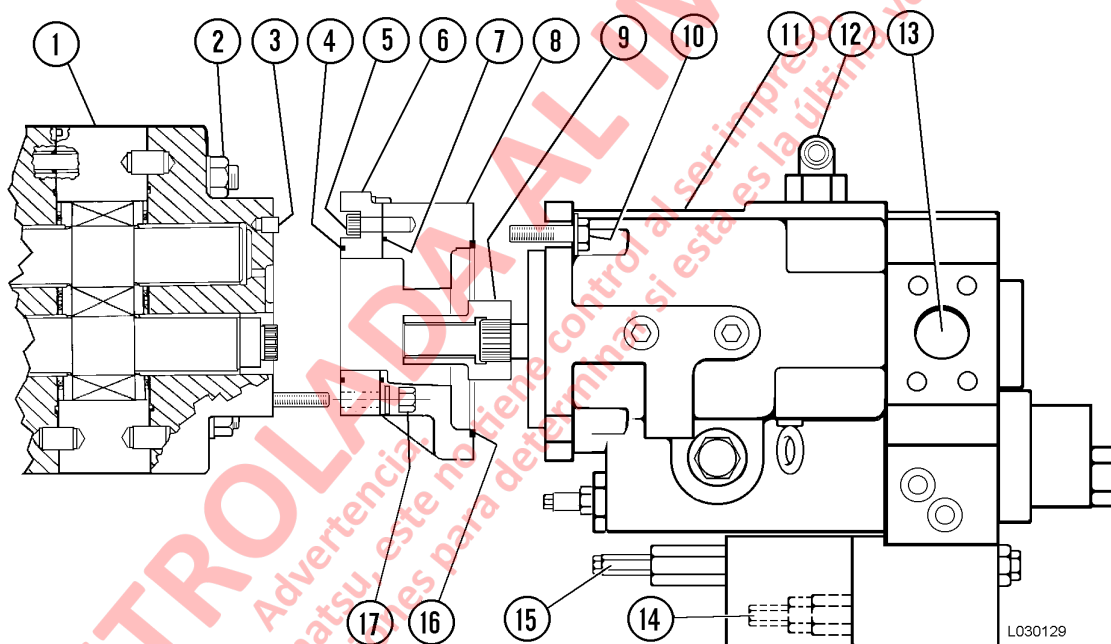

FIGURA 3-3. DESMONTAJE DE LA BOMBA DE DIRECCIÓN Y FRENOS
10. Retire los cuatro tornillos de montaje de la bomba de dirección y frenos (4). Deslice la bomba de elevación hacia delante para desenganchar la parte acanalada del acople de transmisión (9, Figura 3-3) de la bomba de dirección.
1. Instale el O-ring (16, Figura 3-3) a la bomba de dirección (11) e instale el acople (9) a la bomba de elevación.
1. Limpie minuciosamente la parte externa del conjunto de la bomba y, si la bomba de dirección está asegurada, retire los tornillos (10, Figura 3-3) y tire la bomba para sacarla de la placa de transición (8). Luego, retire el O-ring (16).
2. Desmonte e inspeccione el acople (9). Además, retire y deseche el anillo de fijación interno, si está instalado. Desmonte las espigas (3) si están dañadas o si debe reemplazar la placa de apoyo.
4. Desmonte las tuercas (17, Figura 3-3) y la placa de apoyo (20, Figura 3-4) con la placa de transición (22) y el O-ring (26). Retire los tornillos que aseguran la placa de apoyo a la placa de transición. Luego, retire el O-ring (23) y las espigas si éstas están dañadas o si debe reemplazar la placa de transición.